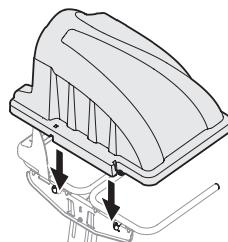

Figure 8
- Installez le couvercle du bac récupérateur sur le support du sac à herbe comme indiqué dans la Figure 8. Placez le couvercle en plastique sur les deux encoches de montage.